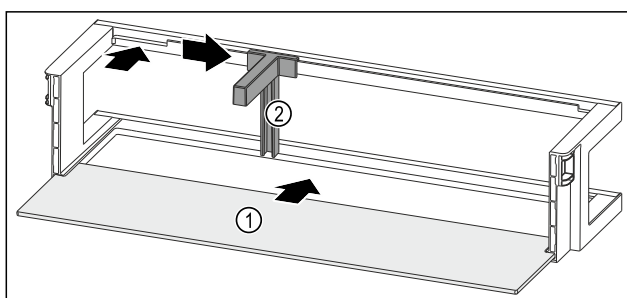

Fig. 120 带搁板的门边存放架
- ▶ 将搁板 Fig. 120 (1)推入侧面凹槽。
- ▶ 将瓶托 Fig. 120 (2)装入槽中。
- ▶ 将瓶托 Fig. 120 (2)推至一侧的所需位置。